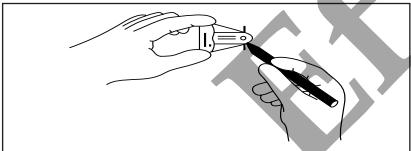

ABBILDUNG 8
- Wenn der Magnet des MAGNA-FINDER™ senkrecht zur Unterseite steht, markieren Sie das Gewebe mit einem chirurgischen Stift an den zwei Einkerbungen der Unterseite des MAGNA-FINDER™. Die Linie zwischen diesen beiden Einkerbungen zeigt die Position einer Ebene an (siehe Abbildung 8). Der MAGNA-SITE™ befindet sich auf einem Punkt entlang dieser Ebene.